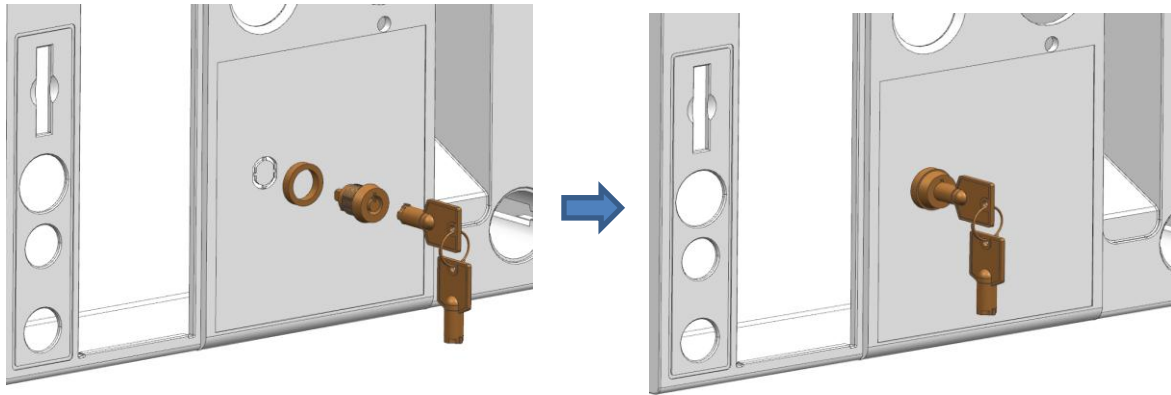

FIG 3
3. Fig 2-4와 같이 Key Lock spacer를 Key Lock에 삽입한 후, Key 의 돌기가 상부로 향하도록 하여 Front Cover 전면에서 삽입 하십시오.[FIG 3]
3. Insert Key Lock Spacer with washer to hole from front, and insert Key to spacer with projection in key faces top. [FIG 3]